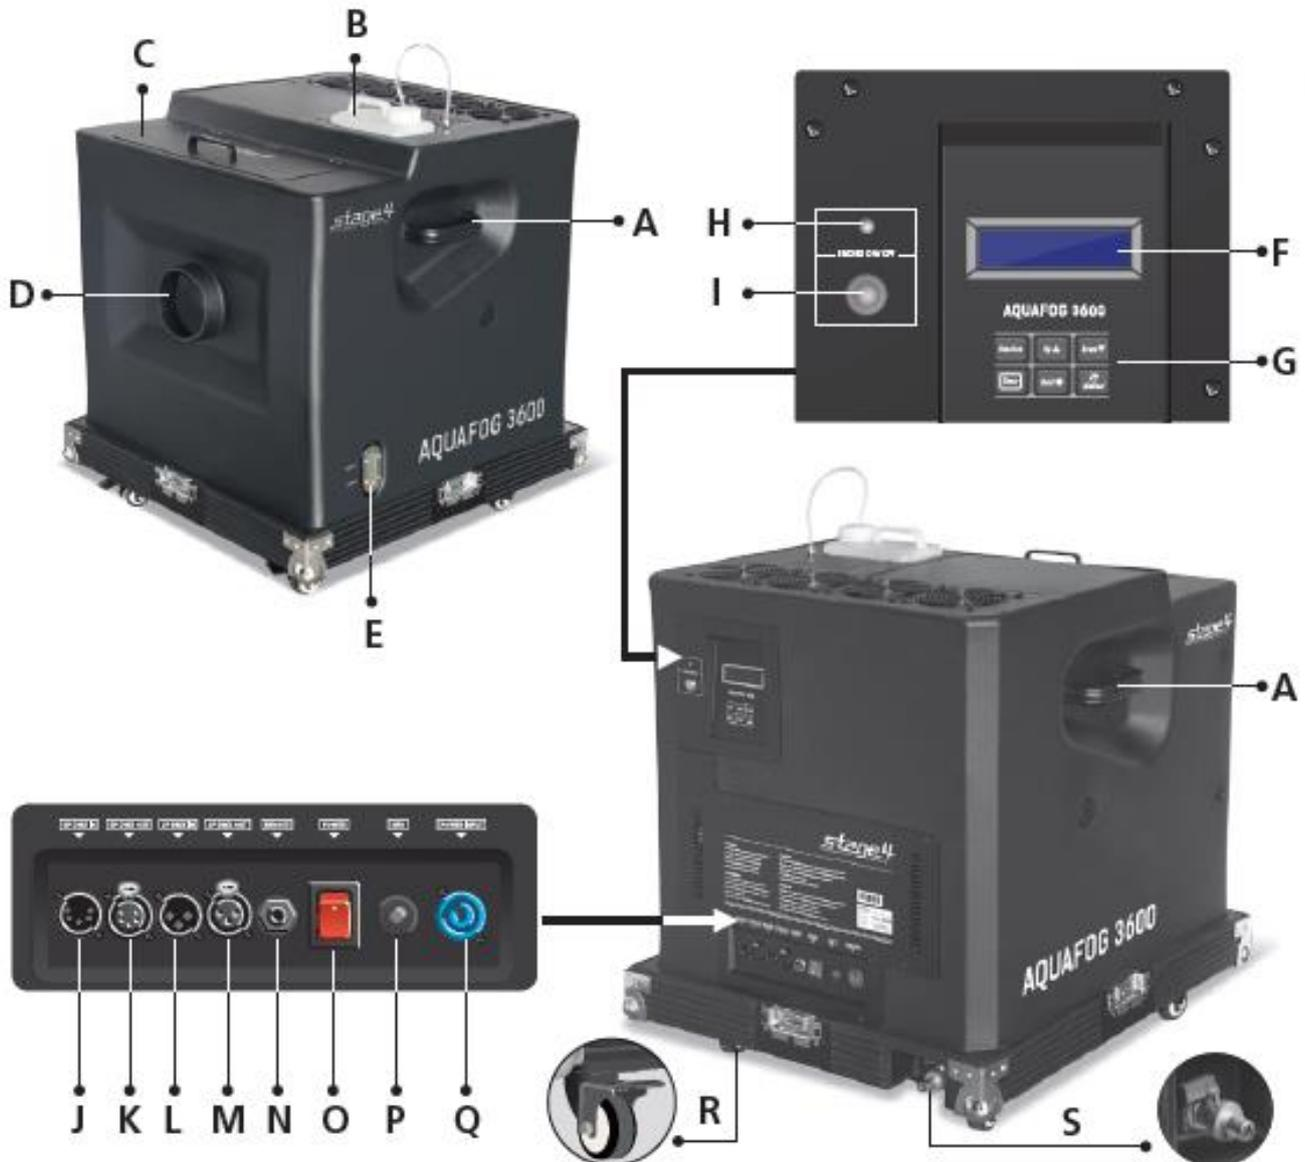

Рисунок 1
- Используйте только высококачественную жидкость для образования тяжелого дыма на водной основе (рисунок 1-B).
- Налейте воду в бак (рисунок 1-C). Не превышайте ограничительную линию, используйте только чистую воду. Если воды недостаточно, генератор автоматически прекратит работу.
- Для управления используйте ЖК-дисплей и функциональные клавиши (рисунок 1-F и G) или контроллер DMX.
- Также для управления можно подключить пульт ДУ к соответствующему разъему (рисунок 1-N) на задней панели устройства.